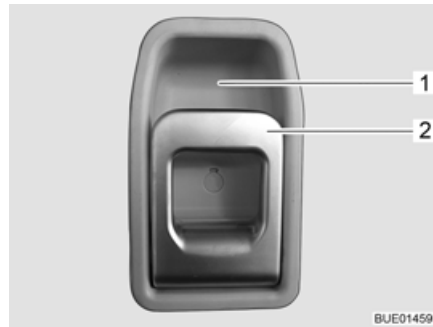

Bild 35 Türschloss Eingangstür, innen
- Öffnen:** ■ Am Griff (Bild 35,2) ziehen. Das Türschloss wird entriegelt.
- Verriegeln:** ■ Den Griff (Bild 35,2) oben in Richtung Griffschale (Bild 35,1) drücken.